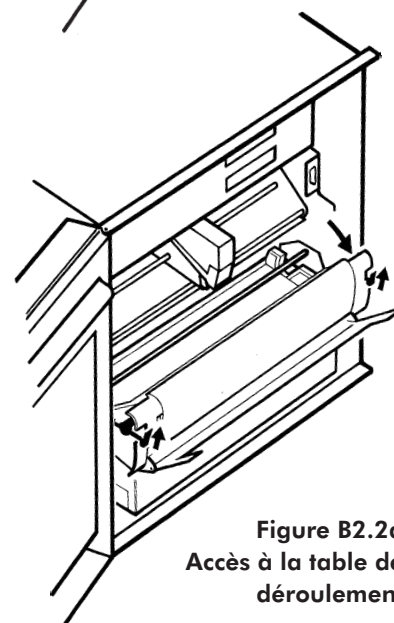

Figure B2.2a
* Pour libérer le papier, il peut être nécessaire de faire basculer la table de déroulement en appuyant sur les verrous de part et d'autre de la cassette, comme indiqué en figure B2.2a.